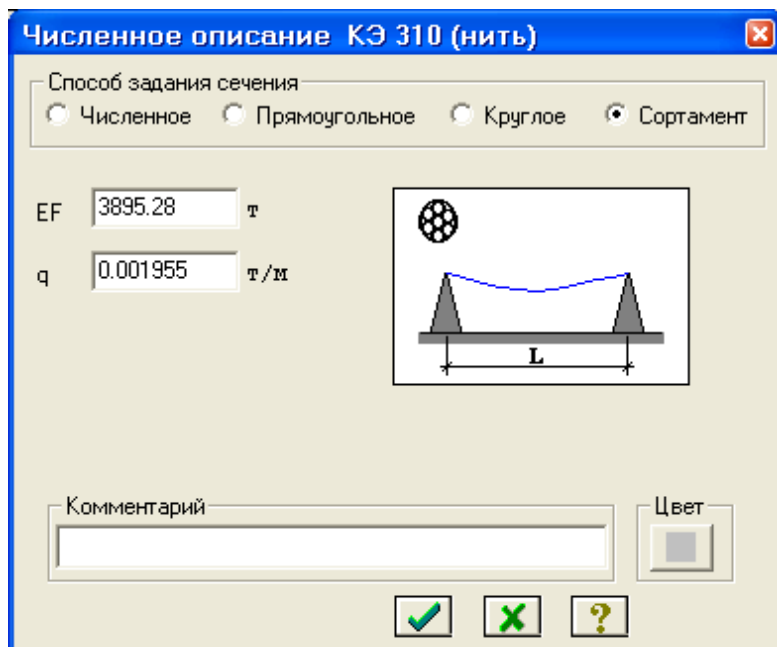

Рис.8.12. Диалоговое окно Численное описание КЭ 310 (нить)
- В новом диалоговом окне **Численное описание КЭ 310 (нить)** включите радио-кнопку **Сортамент** (рис.8.12).